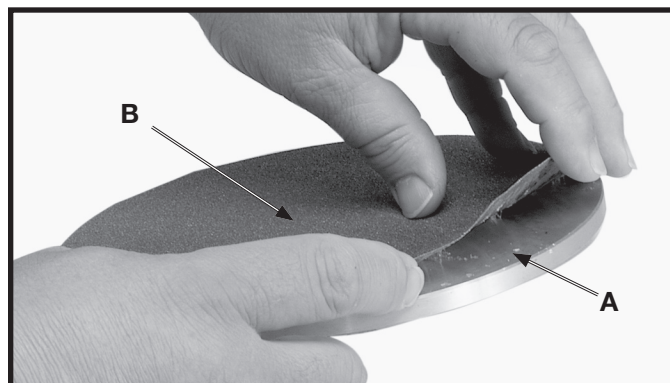

Fig. 8
1. S'assurer que la plaque du disque (A) fig. 8, soit propre.
2. Décoller la pellicule au dos du disque abrasif (B) et l'appliquer fermement sur la plaque du disque (A) comme indiqué à la fig. 8.